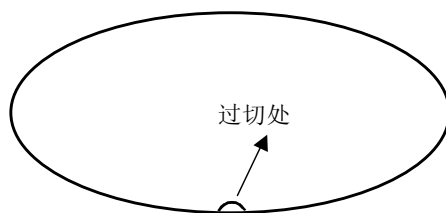

图 2-19
- 1、斜线下刀，使刀具沿斜线切入材料，避免了因刀具跳动在入刀处的过切，如图 2-19 所示。